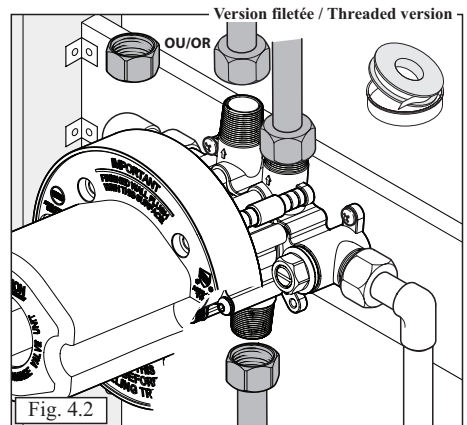

Fig. 4.2
- **VERSION FILETÉE** : Utiliser du ruban d'étanchéité pour filetage si nécessaire (fig. 4.2).
- **THREADED VERSION** : Use thread sealant tape if necessary (fig. 4.2).